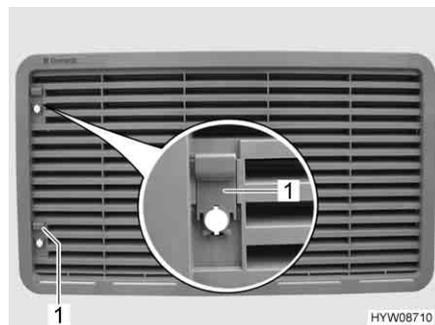

Bild 62 Kylskåpets ventilationsgaller
- Skjut upp spjället (Bild 62,1).